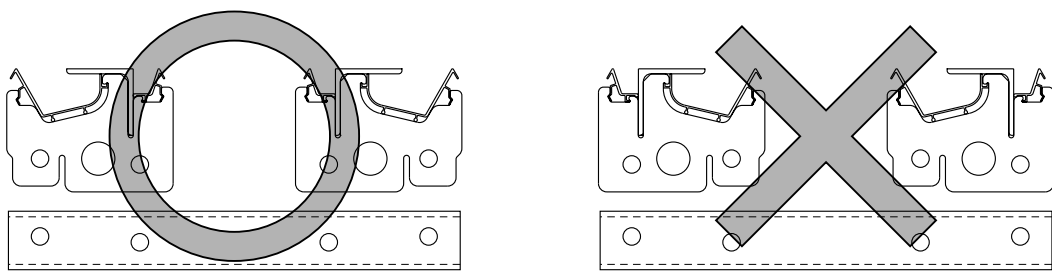

図3-2
- レール本体とレール幅木は正しい向きでないとう取付けることができません。組付かない場合は、図をよく確認してレール本体とレール幅木を正しい位置に置いてください。（図3-2参照）